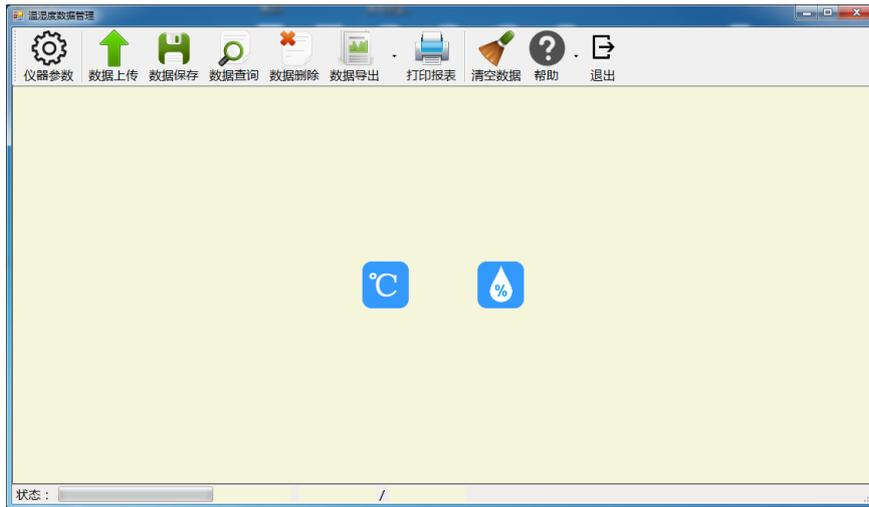
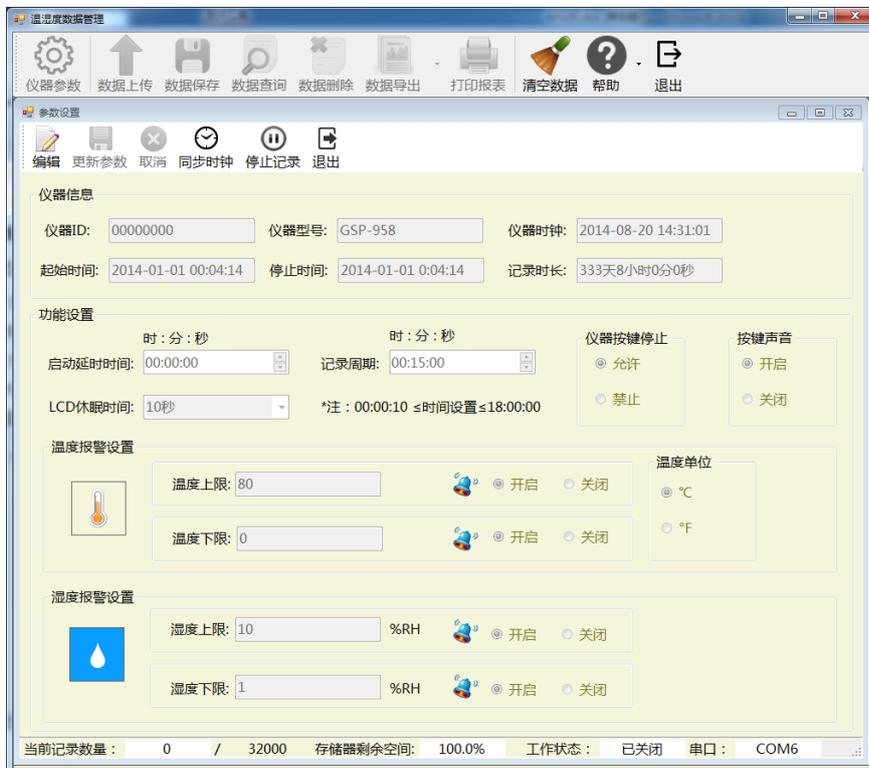

图 1 AH101 温湿度数据管理软件
图 2 AH101 记录仪参数信息
- 2、打开温湿度数据管理软件，显示界面如图 1 所示，然后点击“仪器参数”，记录仪与 PC 机相连接，自动上传之前设置的信息，如图 2 所示。